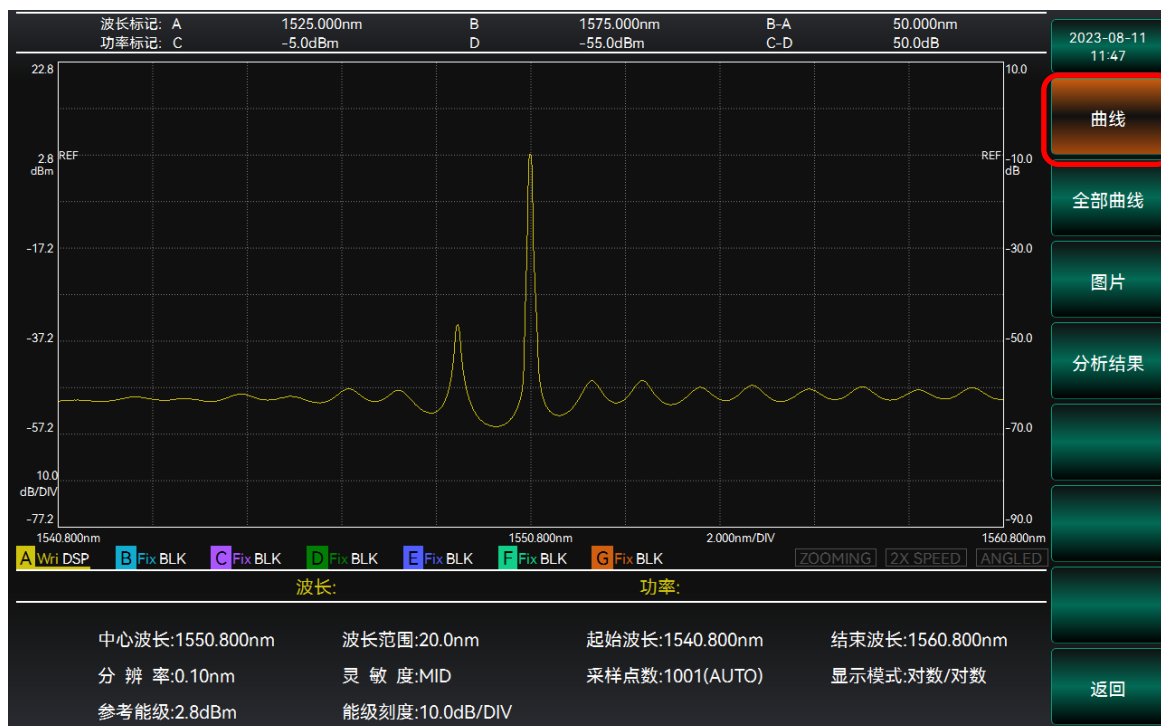

图 3.21 保存类型选择界面示意图
1. 选择【保存类型】选项，进入类型选择界面，如图 3.21 所示。